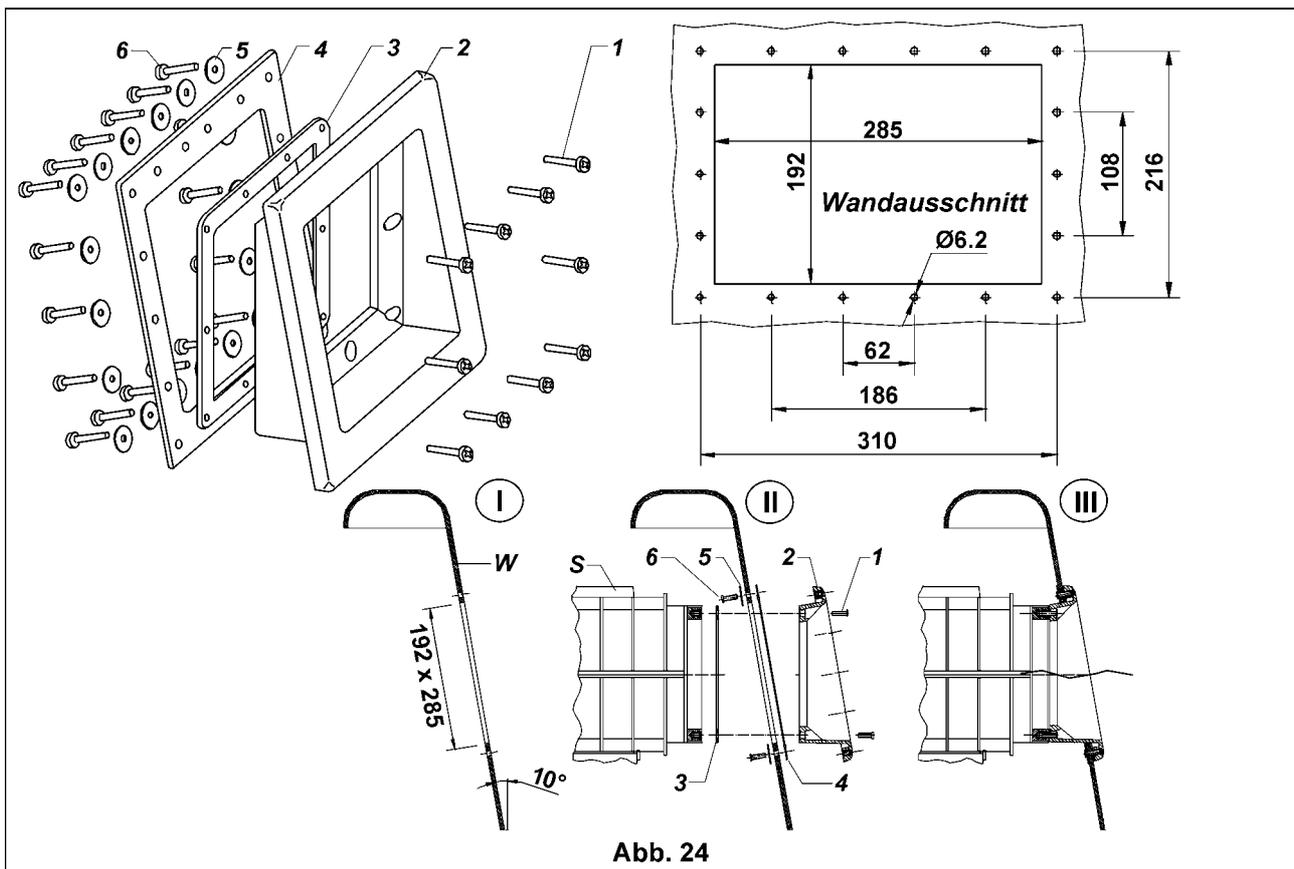

Abb. 24
3.9 Einbau der Skimmer V20 Art. 152402 und VS30 Art. 154402 in vorgefertigte Becken mit Wandneigung ca. 10° mit der Schrägverlängerung Art. 1531 (Abb. 24)